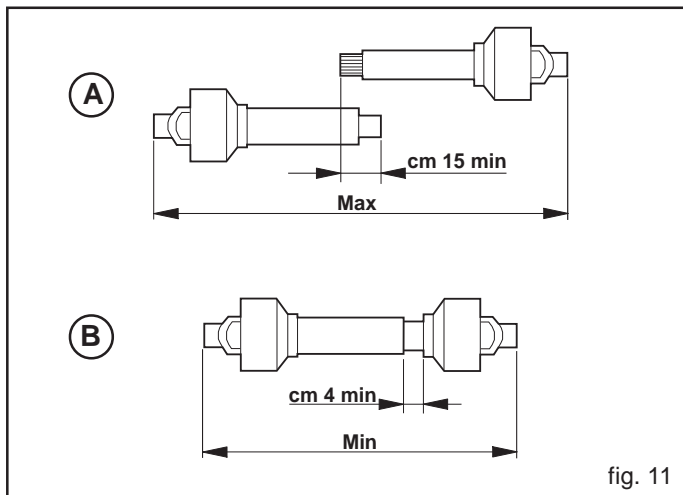

fig. 11
- Cuando el árbol cardán se encuentra totalmente afuera, los dos tubos tienen que superponerse por lo menos de 15 centímetros (A, Fig. 11). Mientras cuando este se encuentra insertado al máximo, el yugo mínimo permitido es de 4 centímetros (B, Fig. 11).